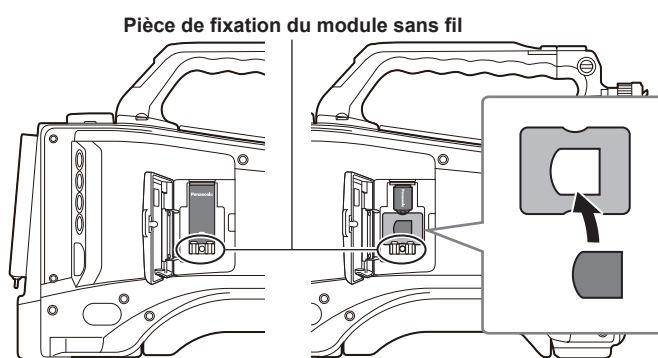

Fig. 4
- 4** (AJ-WM50 uniquement) Placez le support de module sous le module sans fil. (Fig. 4)
- 5** Fixez la pièce de fixation du module sans fil retirée à l'étape 2 avec une vis. (Fig. 4)